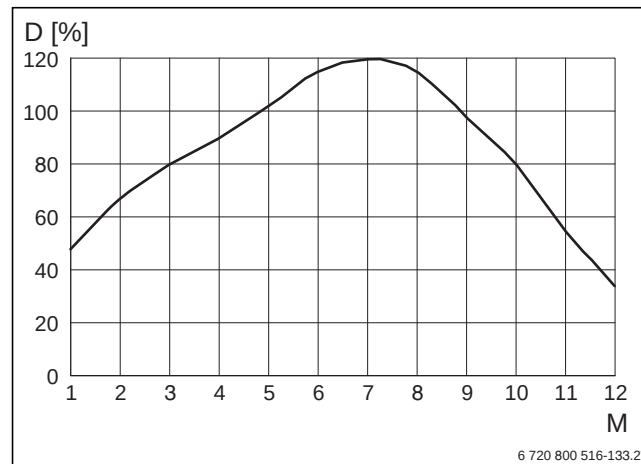

Bild 145 Deckungsgrad einer zu groß dimensionierten Solaranlage
- Solaranlage mit 8 m² Brutto-Kollektorfläche bei einem Warmwasserbedarf von 200 l/d am Standort Frankfurt (Gesamtdeckungsgrad: 75 % (→ Bild 145))